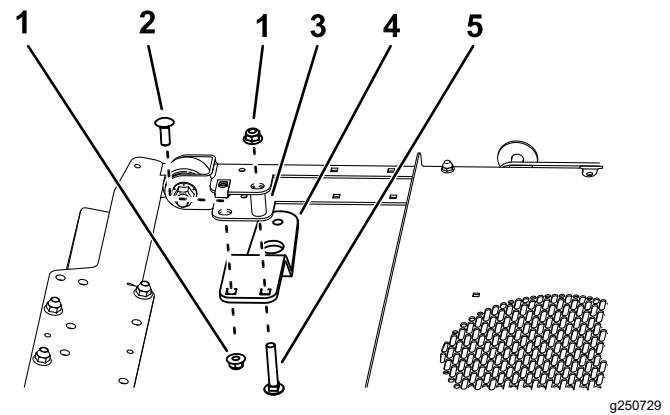
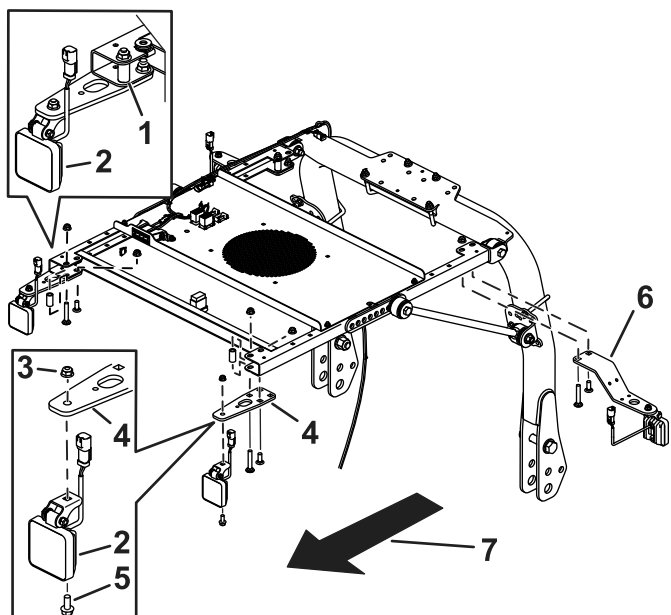

図 3
図 5
| 2. 各ブラケットにライトを取り付けるキャリッジボルトとナットを使用する図 5。 |
- 各ブラケットをサンシェードのフレームに固定する長いキャリッジボルト 1 本、短いキャリッジボルト 1 本、スペーサ 1 個、フランジナット 2 個を使用する図 3と図 5。